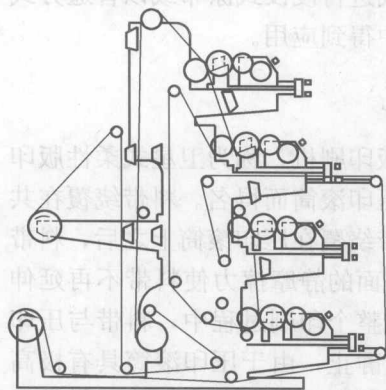

图 1-1-3 层叠式四色柔性版印刷机结构简图
(2) 四色层叠式柔性版印刷机 图 1-1-3 是层叠式四色柔性版印刷机示意图。在印刷
机主墙板的一侧，上下排列着四个印刷部件，另一侧是解卷和收卷部件。这种机型的结构非常紧凑，造价相应也低。相邻印刷部件之间应有足够的带料运行距离，才能保证色间干燥，因此图 1-1-3 所示的机型垂直高度一般较大。
(1) 可进行单面多色印刷 利用导向辊改变料带穿行路线，料带通过印刷机一次即可将料带两面印刷。以图 1-1-3 为例，按图中所示的穿料路线，可进行两面各两色印刷。通过多种不同的传纸路线，若在料带连续经过的印刷机组之间设计了足够的干燥时间，便可在进行反面印刷之前实现正面油墨的充分干燥。
(2) 印刷色组具有良好的可接近性 便于调整、更换、清洗等操作。
(3) 可以印刷大幅面的印件 适用范围广，可以印刷各种承印物。
(4) 制造费用较低 因为印刷机组是上下排列的，因而占地面积比较小，容易和后期加工作业的各种设备如制袋、裁切、层压等设备配合，降低了整体设备的成本。
(5) 可利用的空间大 在层叠式柔性版印刷机上，每一印刷部件都有独立的压印滚